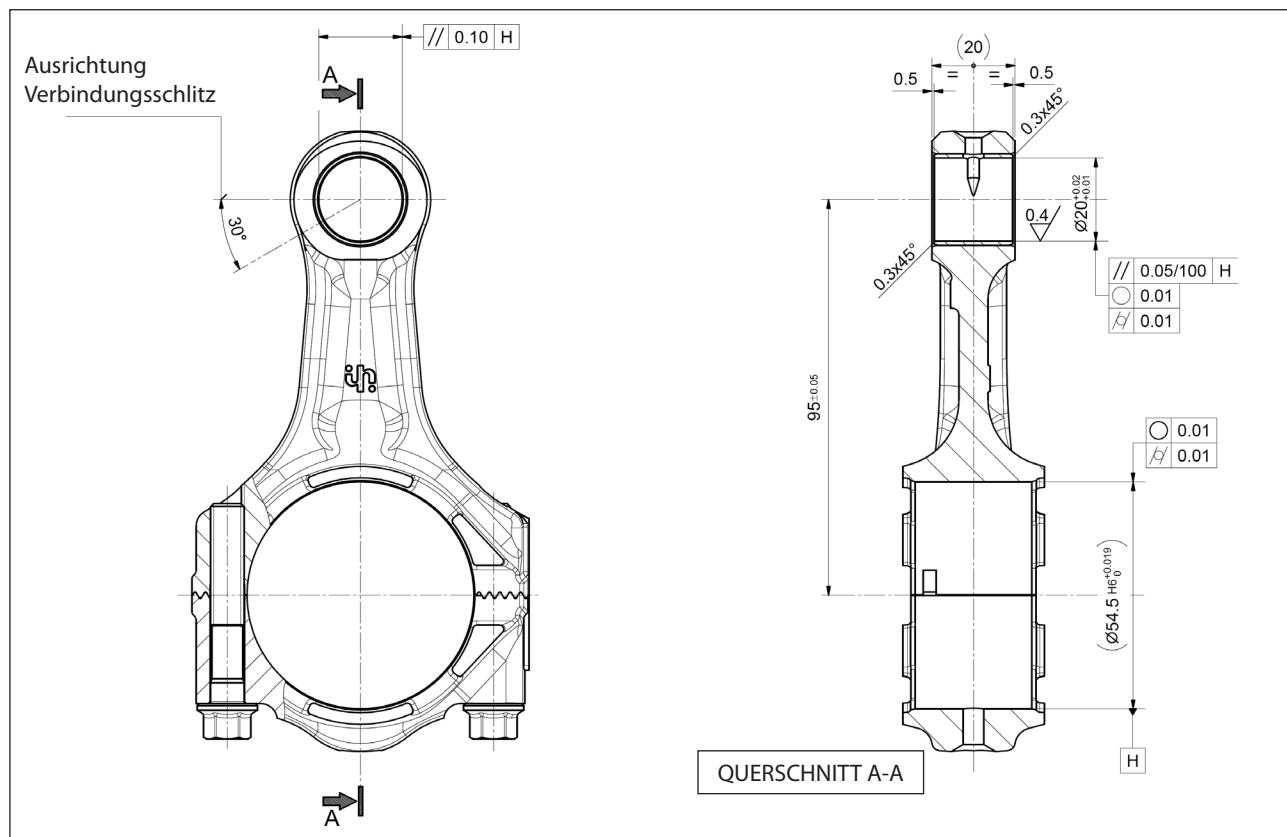

Abb. 69
- der Verbindungsschlitz ausgerichtet ist, wie in Abb. 69 gezeigt.
Führen Sie anschließend die mechanischen Bearbeitungen unter strikter Einhaltung der Maße und Toleranzen in Abb. 69 aus.